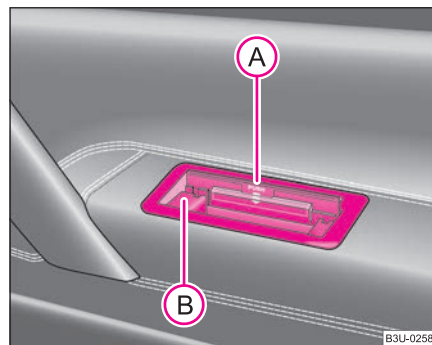

Fig. 90 Cenicero en el apoyabrazos de la puerta posterior derecha
- Presione a la posición **(A)** en la parte superior de la tapa abierta del cenicero, se levantará el suplemento de cenicero **(B)** ⇒ página 102, fig. 90.